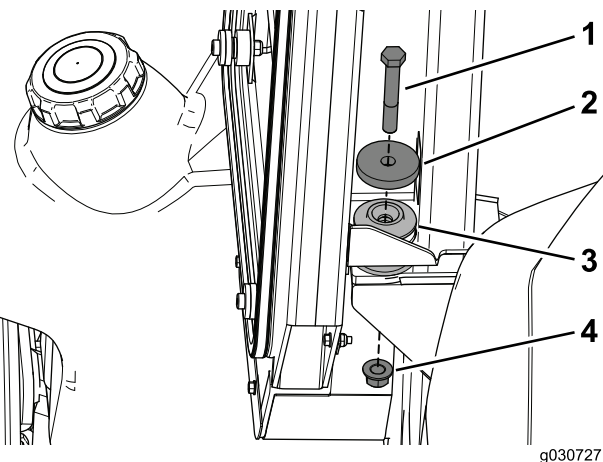

Bild 24
3. Befestigen Sie die Kabine mit einer Schraube (1/2" x 3-1/4"), einer Scheibe (2-1/4") und einer Sicherungsmutter an den hinteren Befestigungen an der Maschine (**Bild 24**).